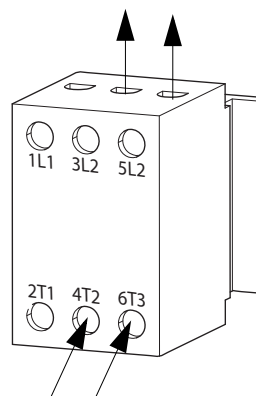

FIG. 9: Bloque de terminales del interruptor de desconexión
- Conecte el cable de tierra al espárrago de conexión a tierra que hay dentro de la caja de conexiones (K).
- Consulte la FIG. 9 y conecte los hilos del cable de alimentación a los terminales 4T2 y 6T3 que hay en el bloque de terminales del interruptor de desconexión.